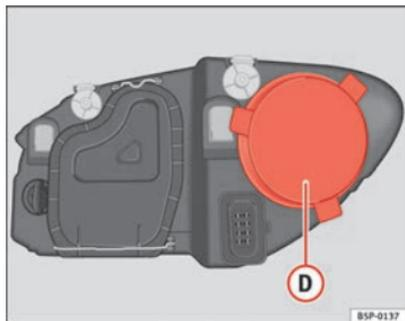

Fig. 168 Luz de presença
- Retirar a tampa ⇒ Fig. 168 (D), puxando-a.